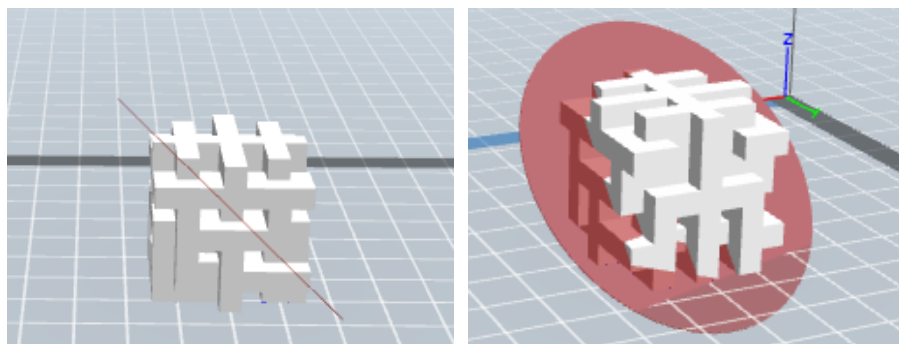

图 5-11
①（图 5-11）手绘切割：根据用户的要求绘制切割线，系统会自动生成切割面。旋转视角，就可以看到切割面了。